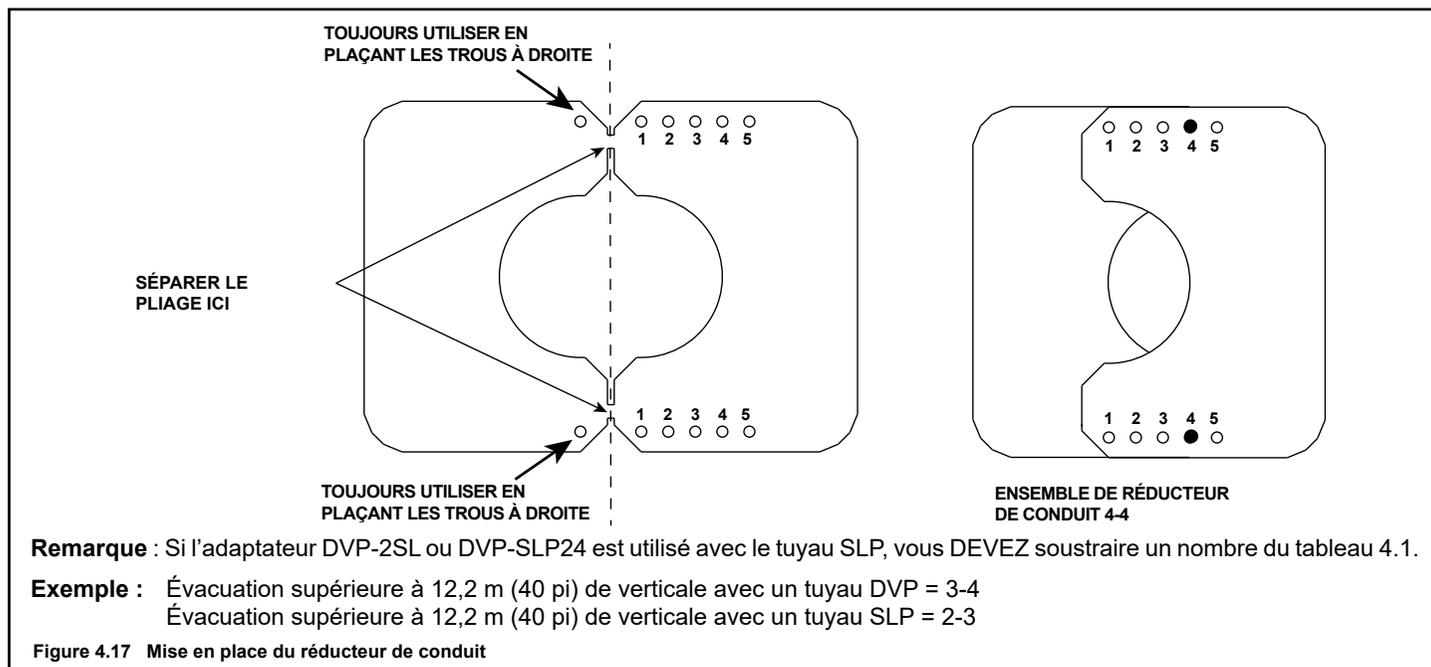

Figure 4.17 Mise en place du réducteur de conduit
2. Orientez et alignez les deux pièces du réducteur d'évacuation comme il est indiqué à la figure 4.17.
3. Reportez-vous au tableau 4.1 et à la figure 4.17 pour déterminer la position appropriée du réducteur de conduit en fonction de la hauteur du système. Dans le tableau 4.1, la mention « S.O. » indique qu'il n'y a pas de réducteur de conduit.